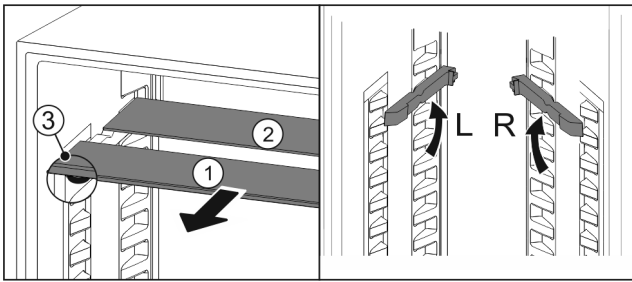

Fig. 52
- ▶ Издърпайте Fig. 52 (1) поотделно стъклените плочи напред.
- ▷ Стъклената плоча Fig. 52 (1) с декоративната лайсна е отпред.
- ▷ Ограничителите Fig. 52 (3) сочат надолу.